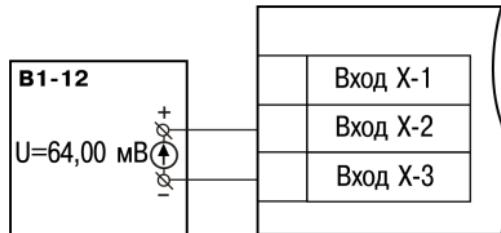

Рисунок 8.3 – Подключение источника постоянного напряжения
- Подключить к прибору источник постоянного напряжения классом точности не ниже 0,05 (например, прибор для поверки вольтметров В1-12), соблюдая полярность (рисунок 8.3).